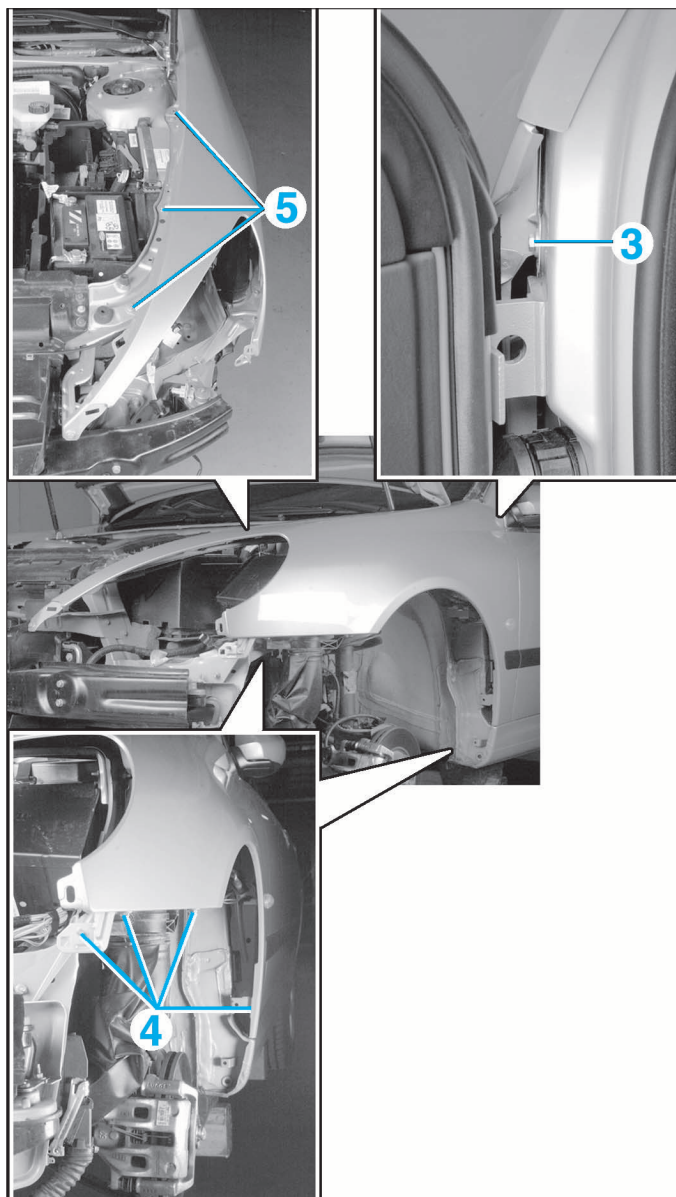

FIG. 28
- Déposer les vis dans l'entrée de porte avant, dégager l'habillage en tôle du montant en le faisant pivoter de l'avant (2).
- Ouvrir la porte et déposer la vis sur le pied de caisse (3) (Fig.28).
- les fixations (4) à l'intérieur du passage de roue et en partie avant.
- les fixations supérieures (5).